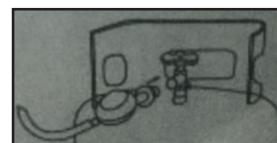

Fig. 1
### Raccordement du détendeur au robinet d'équerre de la bouteille de gaz (Fig. 1- 3)
1. Tournez le robinet d'équerre de la bouteille de gaz vers la droite jusqu'à la position de fermeture complète et insérez le détendeur dans le robinet d'équerre de la bouteille de gaz. (Fig. 1)